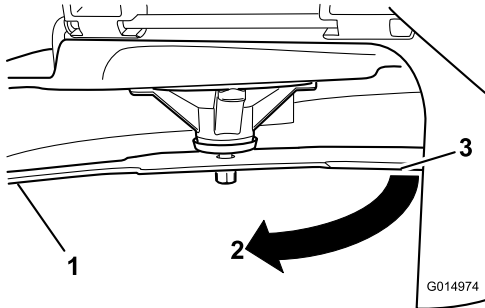

図 59
4. 同じブレードを180度回転させる。すなわち、ブレードのもう一方の刃先が、先ほど測定した場所と同じ位置にくるようにする 図 59。